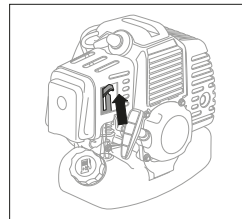

рис. 9
4. Переведите рычаг воздушной заслонки в верхнее положение - | / | «Закрыто» (рис. 9).
7. Переведите рычаг воздушной заслонки (рис. 9) в среднее положение.